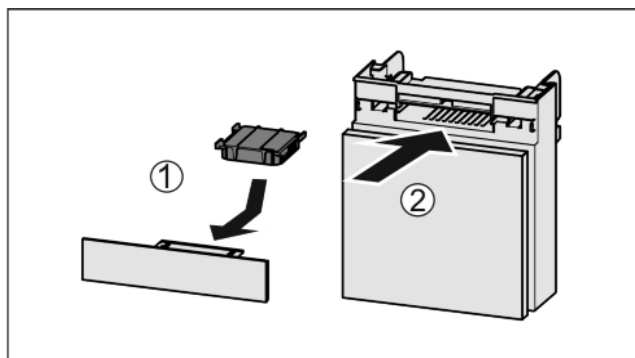

Fig. 42
- ▶ Pange Fig. 42 (1) aktiivsõefilter joonise järgi sisse.
- ▶ Lükake Fig. 42 (2) laegas sisse.